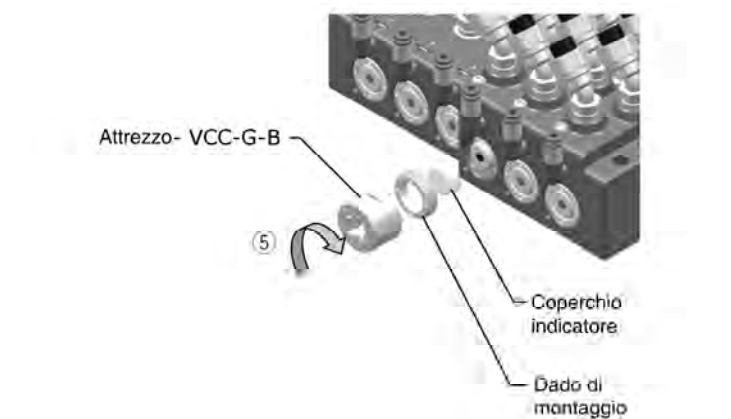

Figura 7
- Assicurarsi che il coperchio dell'indicatore sia montato e fissare il dado di montaggio utilizzando l'utensile VCC-G-B ⑤. Vedere Figura 7.